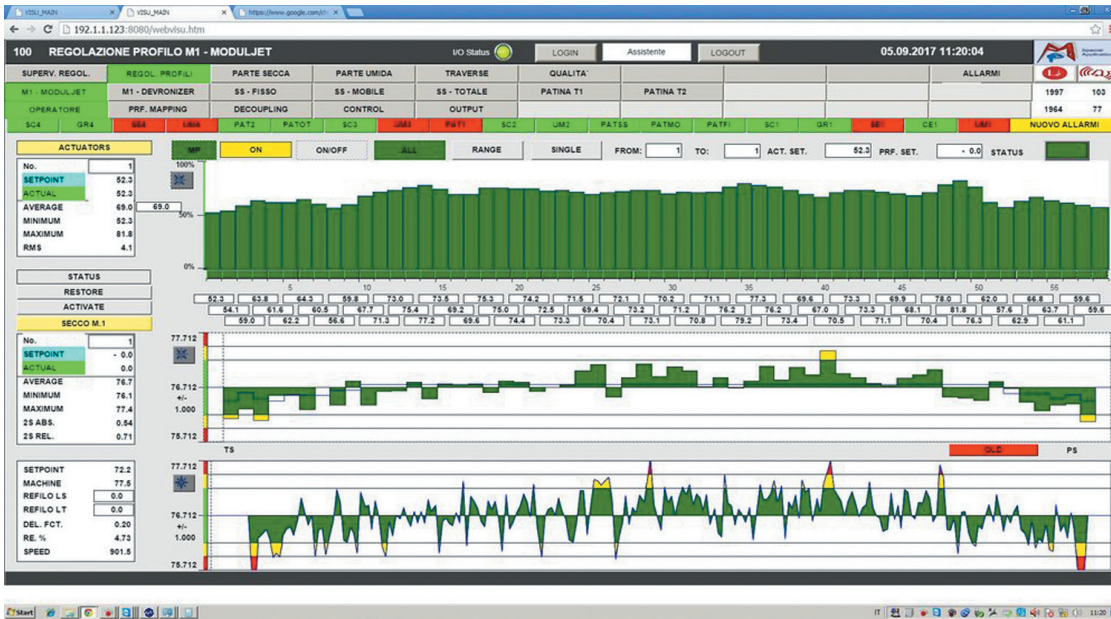

Рис. 2. ◀
- CODESYS WebVisu (рис. 2) позволяет отображать собственные экраны, созданные в CODESYS, в любой среде веб-браузера в любой точке мира;